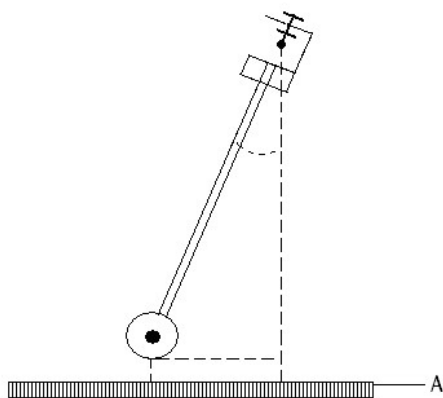

Fig. 1 Calibración de la tensión de salida,
- Con la ayuda de una escala se determina geoméricamente el ángulo de desviación (ver Fig. 1) y se le asigna correspondientemente la tensión de salida.